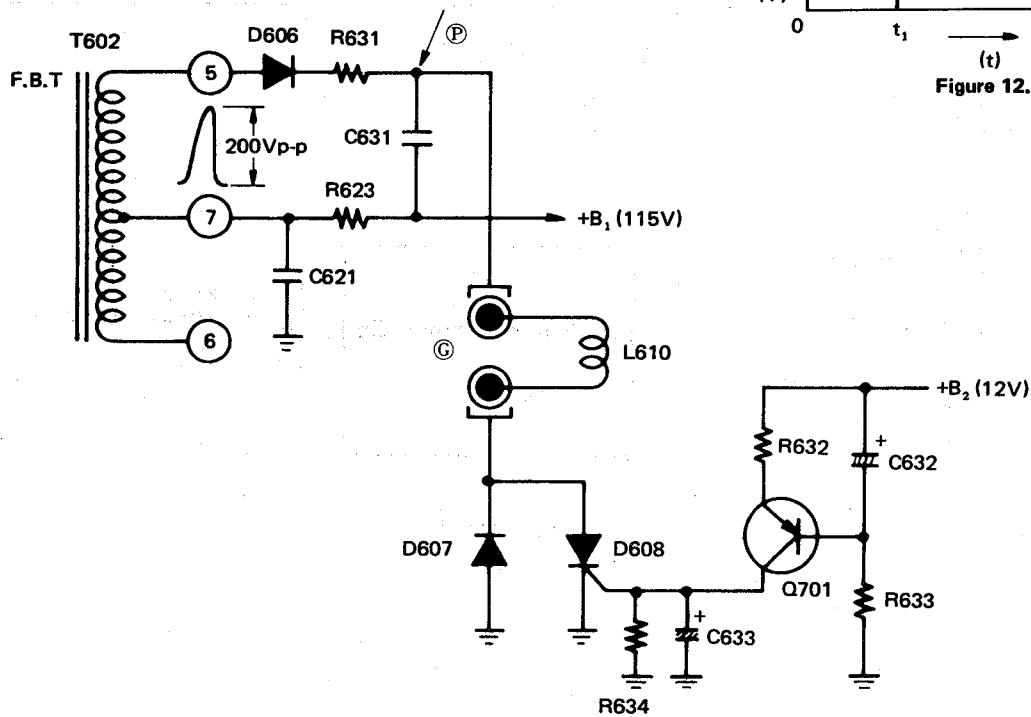
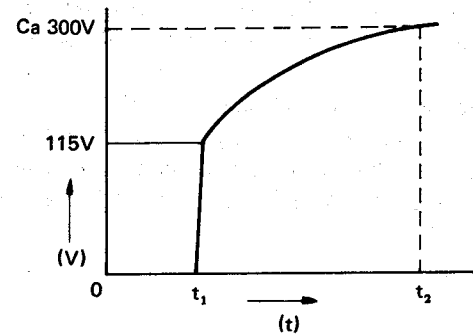

Figure 11.
Figure 12.
Fig. 11 visar endast avmagnetiseringskretsens demontering. När TV apparatens huvudkontakt slås till, slås +B (115V) också på omedelbart. Impulsen som genereras är ungefär 200 Vp-p mellan stifterna ⑦ och ⑤ i återgångs-transformatorn och dess toppström likriktas i D606, för att ladda C631 via R631. Fig. 12 visar spänningskurvan mellan punkt ⑨ och jord. När huvudkontakten slås till vid tiden t_1 , stiger den omedelbart till 115 V och fortsätter att stiga gradvis i överensstämmelse med tidskonstanten som inställts av R631 och C631, och är mättad ungefär 3 sekunder senare (t_2). Dessutom är tidskonstanten så vald att Q701 slås på ungefär 5 sekunder efter att huvudkontakten påslagits, varför C632 och R633 är kopplade till sockeln på Q701.